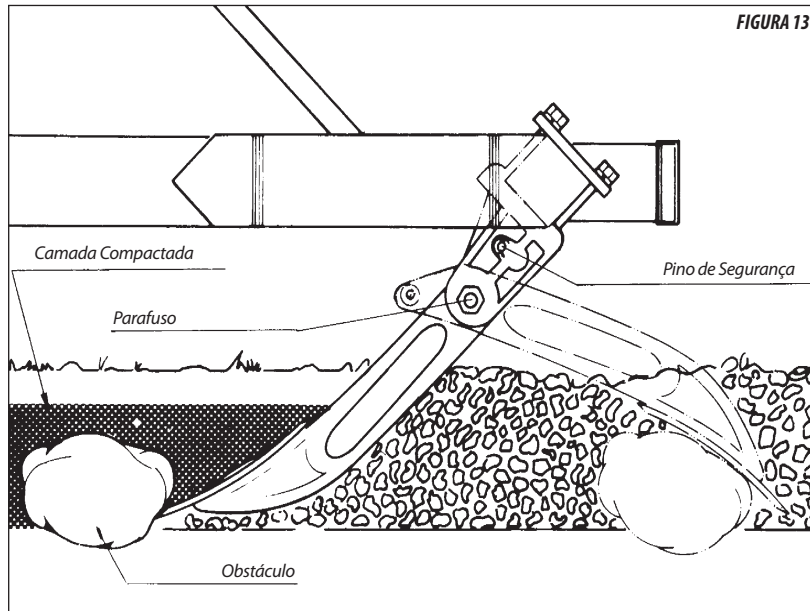

FIGURA 13
- Verificar qual a profundidade da camada compactada do solo (ver detalhe na Figura 13) em seguida, regule a profundidade de trabalho das hastes.
- As hastes são fixadas com um parafuso de resistência controlada e um pino de segurança (Fusível). Quando em operação, se a haste encontrar um obstáculo grande e muito resistente, o pino de segurança rompe-se e a haste gira sobre o parafuso conforme Figura 13, evitando maiores danos no conjunto e ao próprio trator.